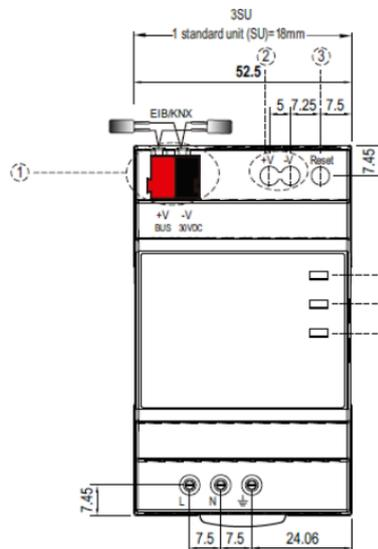

fig. 1b
Uscita alimentazione ausiliaria (fig. 1b posiz. ②):
Per la connessione del bus è prevista una morsettiera estraibile e polarizzata 2 poli standard KNX TP1 (rosso+nero) a molla per cavi rigidi (fig. 1b posiz. ①):
Sul fronte sono visibili tre segnalazioni ottiche: una verde (L1: fig. 1b ③) e due rosse (L2: fig. 1b ⑤ e L3: fig. 1b ⑥).
Vedi fig. 1b ③. Premuto per almeno 20 s, consente il reset dei dispositivi KNX collegati.
Auxiliary power supply output (fig. 1b posiz. ②):
For the bus connection, it's provided a 2-pole standard Konnex TP1 (red + black) spring-loaded for rigid cable (fig. 1b posiz. ①):
Three optical signals are visible on the front: one green (L1: fig. 1b ④) and two red (L2: fig. 1b ⑤ e L3: fig. 1b ⑥).
Pressed for at least 20 seconds, allows the reset of the connected KNX devices. (fig. 1b ③)